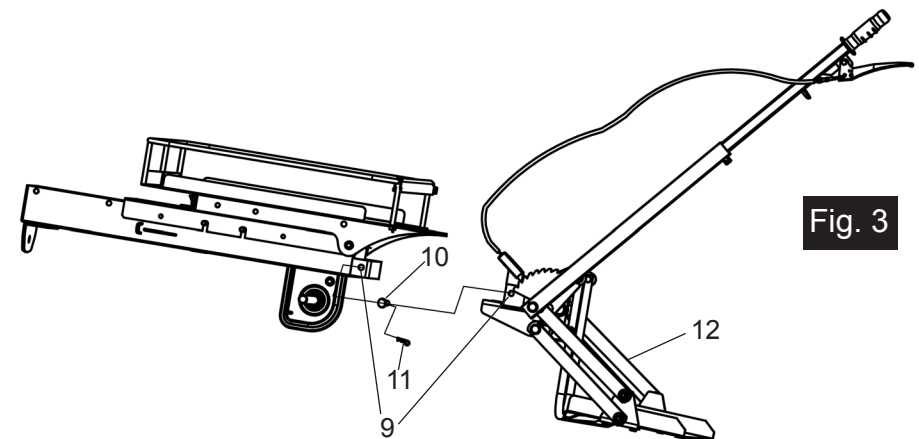

Fig. 3
MONTAGGIO SOLLEVATORE (Fig. 3) Prelevare il sollevatore già assemblato (12) dall'imballo, allineare i fori presenti sulle due lamiere a C (9), inserire il perno (10) e fermarlo tramite l'apposita spilla di sicurezza (11), da inserire nel foro del perno.
POWER-LIFT ASSEMBLY: fig. 3 : take the power lift assembly from the packaging (12) , line up the holes shown on the two metal-sheets C shaped (9) , insert the pin (10) and tighten it using the safety pin (11) to insert into the pin hole.
MONTAGE ELEVATEUR : (fig. 3) : sortir l'élévateur déjà assemblé (12) de l'emballage , aligner les trous présents sur le deux tôles C (9), insérer le tourillon (10) et le bloquer avec la cheville de sécurité (11) , qui doit être insérée également dans le trou du tourillon.
MONTAGE HEBEVORSATZ (Bild 3): Den schon zusammengebauten Hebevorsatz(12) aus der Verpackung nehmen. Die Löcher der zwei C-förmigen Bleche(9) werden übereinander gestellt, dann wird der Sperrbolzen(10) in die dafür vorgesehenen Löcher eingesteckt und mit der Sicherheitsnadel(11) gesichert.
MONTAJE ELEVADOR: (fig. 3): coger el elevador ya montado desde el embalaje (12), alinear los foros de las dos chapas a “C” (9), insertar el pivote (10) y bloquearlo con le pasador de seguridad (11).